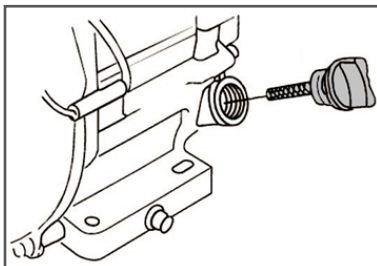

Рис. 6 Крышка-щуп маслозаливной горловины
2. Открутите крышку-щуп маслозаливной горловины и извлеките щуп (Рис. 6).
2. Выкрутите крышку-щуп маслосазливной горловины и извлеките щуп (Рис. 6).